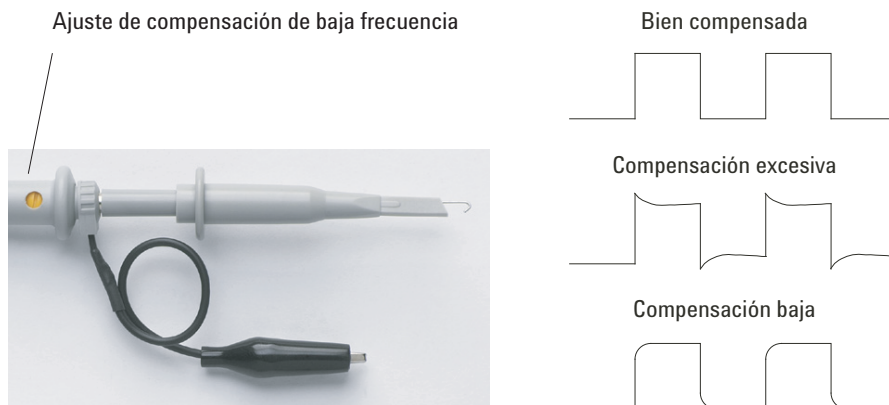

Figure 4 Compensación de sondas de baja frecuencia
- 4 Si la forma de onda no aparece como la forma de onda bien compensada que se ve en la **Imagen 4**, utilice una herramienta que no sea de metal para configurar el ajuste de compensación de baja frecuencia de la sonda en la onda cuadrada más plana posible.